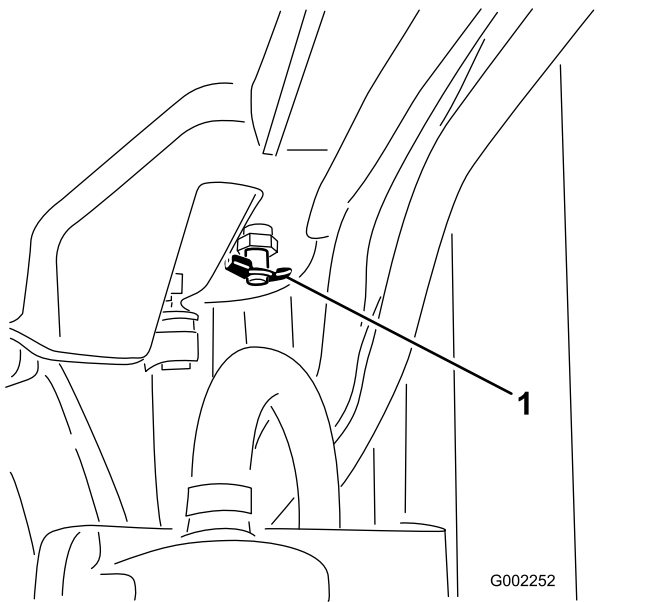

Bild 91
4. Öffnen Sie das Ablassventil und lassen Sie das Kühlmittel in die Wanne ablaufen (**Bild 91**).
5. Schließen Sie das Ablassventil (**Bild 91**).